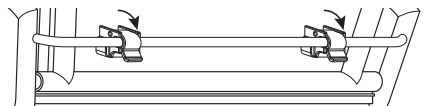

Abb. 5
2. Verschließen Sie nun jeden Sicherungscлип einzeln, indem Sie ihn mit beiden Daumen nach unten drücken, bis er einrastet und die Querstange fest umschließt. (Abb. 5)